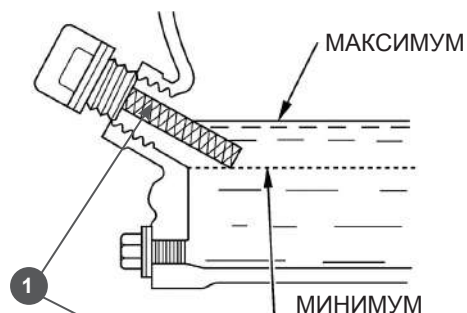

Рис.4
3. Извлеките щуп (1) Рис.4 и протрите его насухо. Установите его, не закручивая, в маслозаливную горловину.